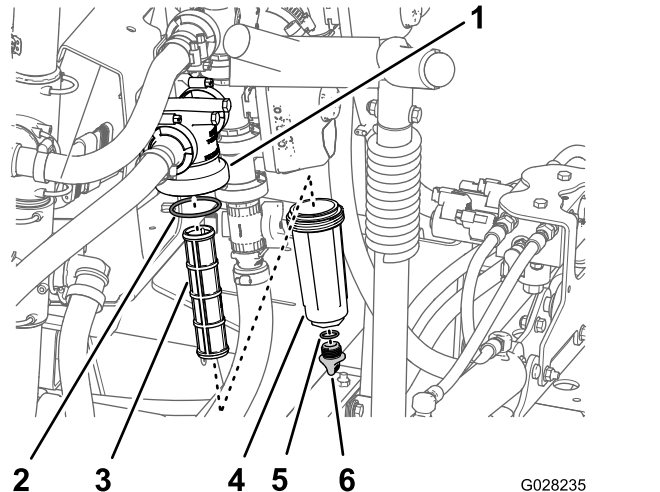

図 56
2. 圧力フィルタの下に受け容器をおく 図 56。
3. 圧力フィルタのボウルについているドレンキャップを左に回して外す 図 56。
4. ボウルを左に回してフィルタヘッドを外す 図 56。
5. 圧力フィルタエレメントを外す 図 56。
7. ドレンプラグのガasketボウルの内側とボウルのガasketフィルタヘッドの内側に傷や破損がないか点検する 図 56。
8. 圧力フィルタエレメントをフィルタヘッドに取り付ける 図 56。
9. フィルタヘッドにボウルを取り付けて手締めする 図 56。
10. ボウルの底部のフィッティングにドレンキャップを取り付けてキャップを手締めする 図 56。